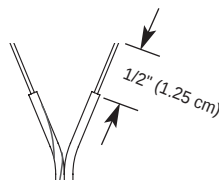

Fig. 5-1 Prepare Wire for Connections
2. Prepare Wire for connections (Fig. 5-1).
2. Prepare los alambres para las conexiones (Fig. 5-1).
2. Préparer les fils pour le raccordement (Fig. 5-1).